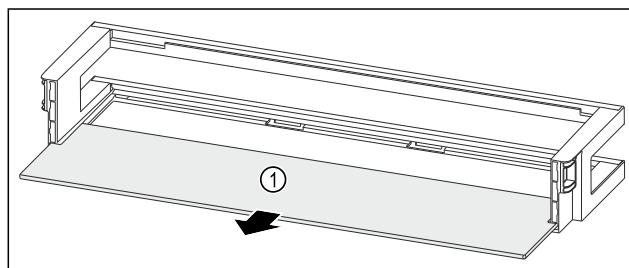

Fig. 64 Türabsteller mit Abstellfläche
- Abstellfläche Fig. 64 (1) entnehmen.